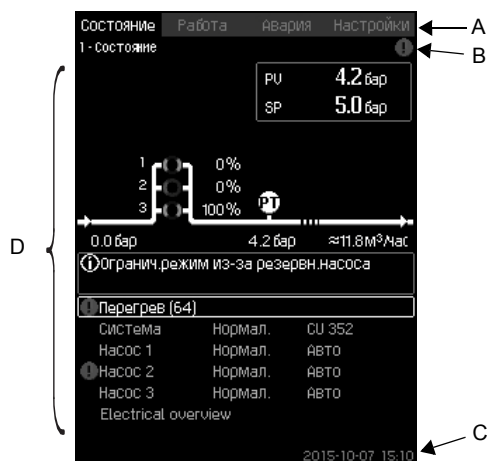

Рис. 5 Структура дисплея
Строка меню (A) представлена на рис. 5.
Верхняя строка (B) представлена на рис. 5. На рисунке показано следующее: